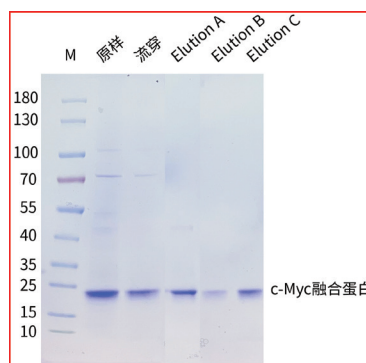

图2.Magneti-Q Myc标签蛋白纯化试剂盒纯化分泌蛋白的SDS-PAGE电泳图
- 5) 对洗脱产物进行 SDS-PAGE 电泳,结果请见图 2。